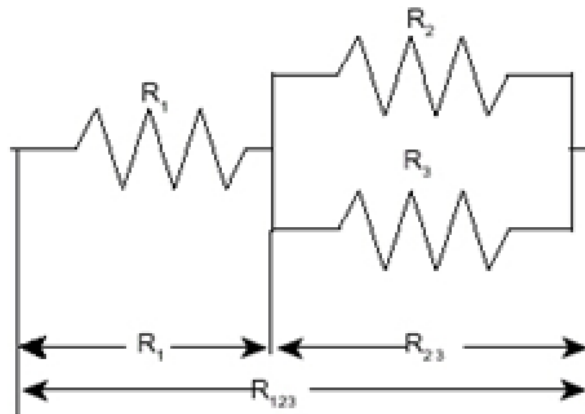

Figura 7. Circuito mixto de resistencias.
6. Conecta las tres resistencias en un circuito mixto como se muestra en la **Figura 7**. Mide los valores  $R_{12}$ ,  $R_{23}$  y  $R_{123}$  conectando las puntas del multímetro en los extremos de las flechas indicadas en el diagrama de la **Figura 7**. Registre estos valores en la **Tabla 2**.
7. Con la misma configuración de la **Figura 7** realice la medición del voltaje y la corriente presentes en cada una de las resistencias al momento de suministrar 5V al circuito con ayuda de la fuente de voltaje DC. Registre los datos obtenidos en la **Tabla 3**. Tenga en cuenta las unidades en las cuales realiza la medición y la manera adecuada de realizar la medición de voltaje y corriente estudiadas previamente a la práctica según cuestionario.